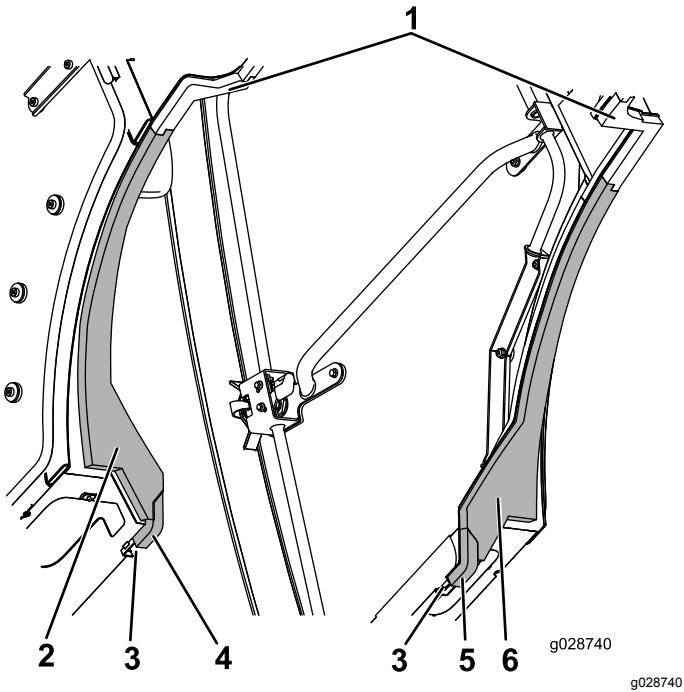

図 62
4. 左タンク用と右タンク用のウレタンシールの一番内側のエッジを、左中と右中のウレタンシールに合わせてタブをインタロックする 図 62。
5. 左横用と右横用のウレタンシールの前側のエッジを、チャネルに押し付け、これらのウレタンシールの角張っている後エッジをタンク用ウレタンシールに接続する 図 62。